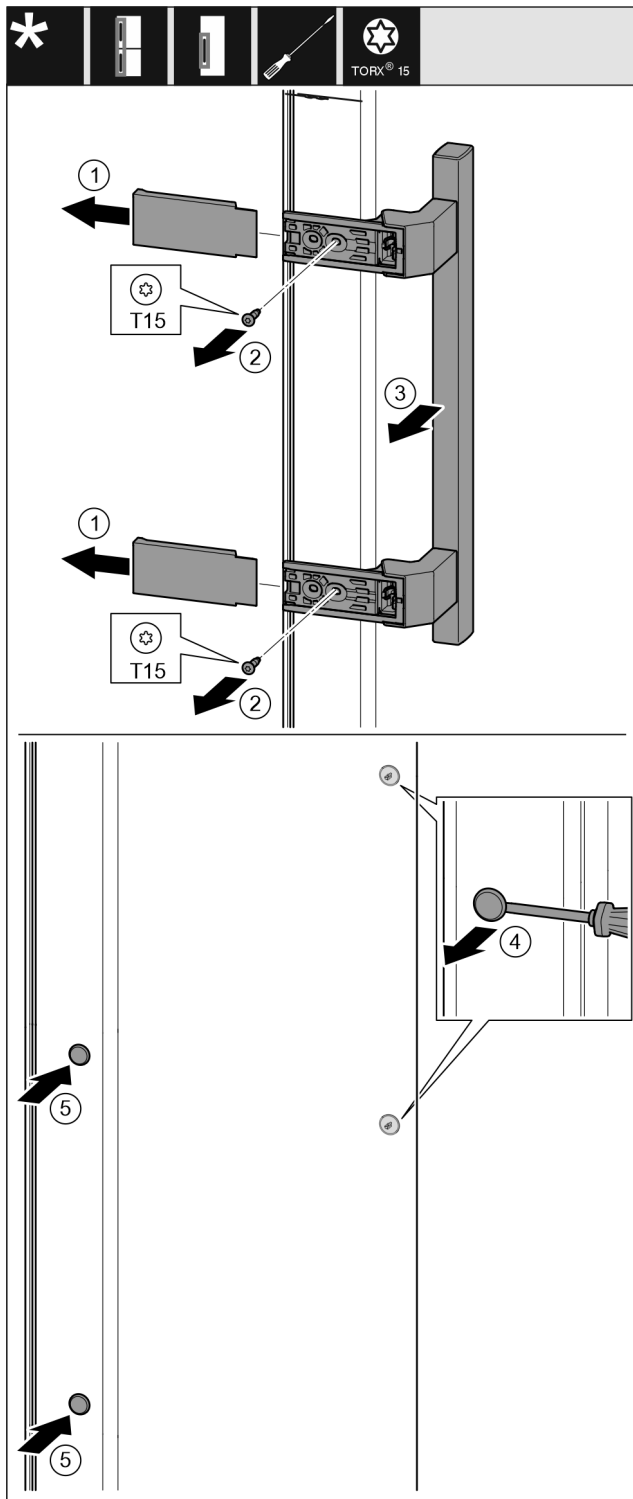

Fig. 14
- Tõmmake kate maha. Fig. 14 (1)
- Keerake kruvid kruvikeerajaga Torx 15 välja. Fig. 14 (2)
- Võtke käepide maha. Fig. 14 (3)
- Tõstke külgmised korgid ettevaatlikult lapikkruvikeerajaga üles ja tõmmake välja. Fig. 14 (4)
- Pange korgid teisel küljel taas sisse. Fig. 14 (5)